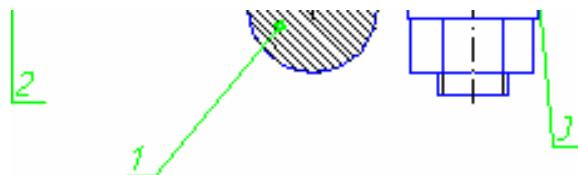
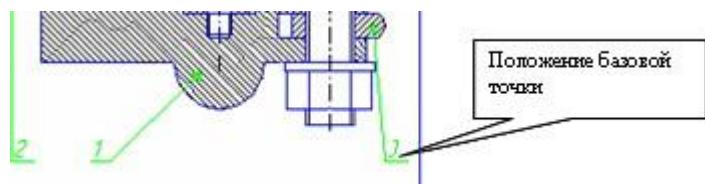

Рис. 37
Рис. 38
8. Выполните выравнивание полочек для простановки номеров позиций по горизонтали и, если необходимо, по вертикали. Для этого сделайте окно со сборочным чертежом активным. Выделите необходимое количество выносных линий, рис. 37. Выполните команду *Сервис – Выравнивание полочек - по горизонтали* и на запрос системы *Укажите базовую точку* укажите курсором необходимое положение полочек, рис. 38.